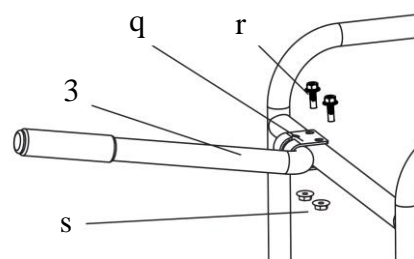

Fig. 4
- Positionnez les poignées dans le support (q), puis fixez sur la face avant du cadre du berceau et fixez-les avec les vis longues (r) et les écrous (s) fournis. Voir la figure 4.